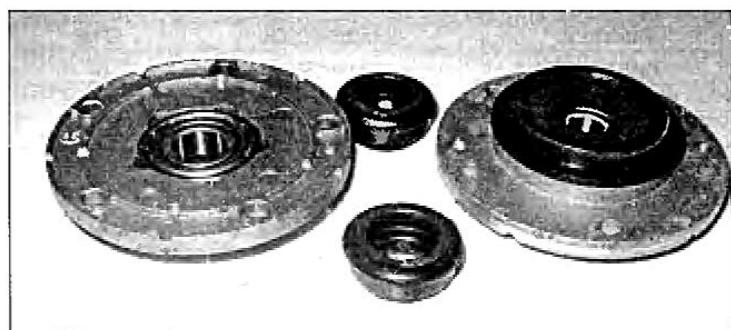
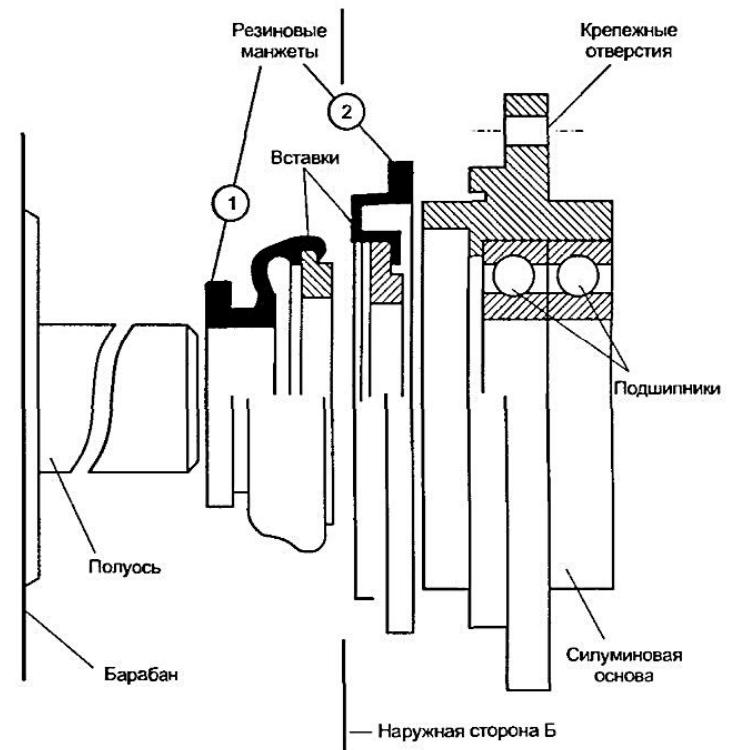
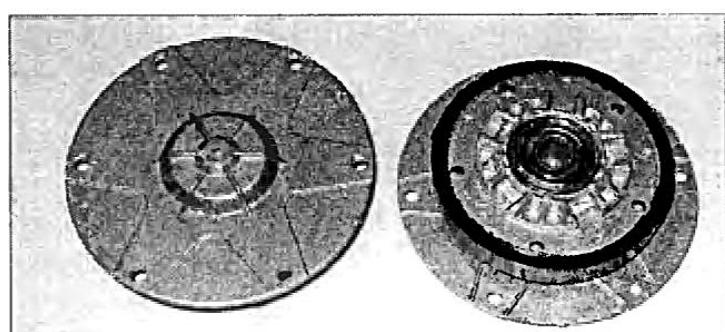

Рис. 13.8. Один из типов готовых сборных узлов вращения
Рис. 13.9. Устройство готового сборного узла вращения
Рис. 13.10. Готовый сборный узел
При сборке СМА с вертикальной загрузкой также широко применяются различные готовые узлы вращения. На рис. 13.8 представлена одна конструкция. Рассмотрим подробно. В этом узле (рис. 13.9) используются уплотняющие кольцевые вставки из графитированного пластика. Это весьма эффективно, т. к. графит обладает свойством самосмазываемости и вставки во время работы притираются друг к другу. Прижим вставок обеспечивается за счет упругости резиновой манжеты (1), которая надевается на полуось барабана, а с наружной стороны бака привинчивается другая часть с графитовой вставкой и подшипниками. (Если на этой полуоси надет шкив, то для разгрузки узла вращения иногда ставят два подшипника.) И, наконец, еще один уплотняющий узел показан на рис. 13.10. Такие готовые узлы привинчиваются (или прикрепляются) с обоих сторон барабана и через кольцевые резиновые прокладки привинчиваются к баку и к его крышке. В полуоси каждого узла (мастера называют их опорами) сделано коническое углубление с гранями и отверстием с резьбой для шкива, который имеет в центре конический граненый выступ, обеспечивающий плотную посадку.